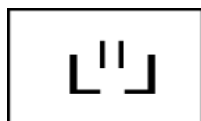

Fig.14
- Durante la fase di caricamento acqua appare sul display l'icona di carico. (Fig.14)